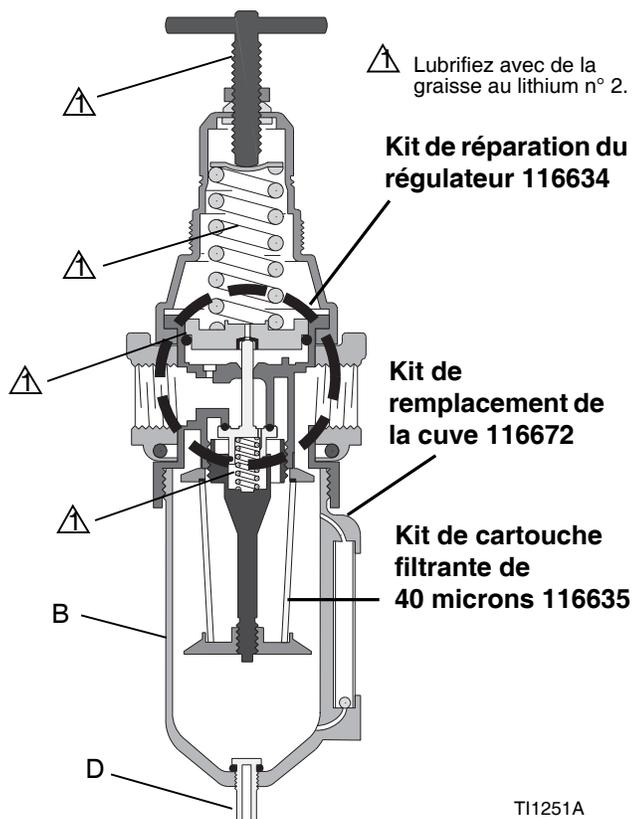

FIG. 1 : Kits de réparation 116521, 17C498
Purgez quotidiennement la cuve pour éliminer les impuretés avant qu'elles n'atteignent le niveau de la chicane en ouvrant le purgeur (D) situé au fond de la cuve (B). Voir FIG. 1.
Lubrifiez la surface réelle du palier, tous les joints toriques, le filetage des vis de réglage ainsi que les extrémités du ressort avec de la graisse au lithium n° 2. Voir FIG. 1. Remontez le régulateur.